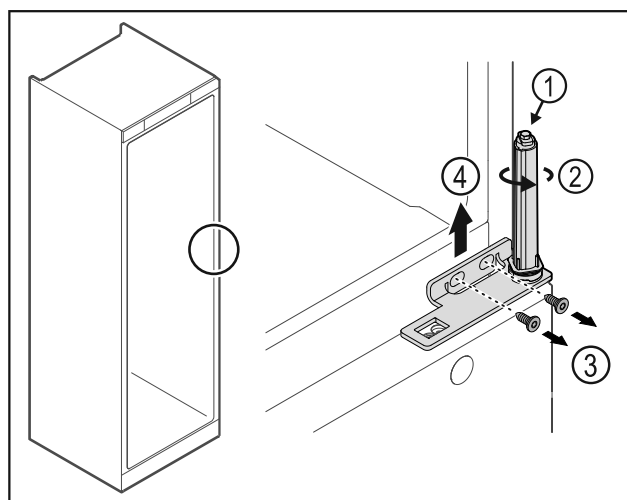

Fig. 32
- ▶ Du må ikke adskille dørlukkesystemet Fig. 32 (1).
- ▶ Drej lukkesystemet Fig. 32 (2), indtil det klikker.
- Løsn skruerne Fig. 32 (3), og tag hængselvinklen af Fig. 32 (4) opefter.